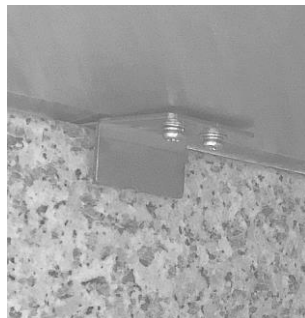

Рис. 2
2. Вставити заднє, ліве і праве скло у встановлені затискачі для скла (рис. 2, 4, 6). Переконайтеся, що отвори знаходяться у верхніх частинах скла.